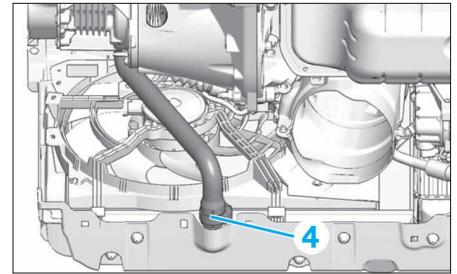

FIG. 34
- A l'aide de l'outil [2], désaccoupler la durit inférieure (4) (Fig.34) du radiateur.